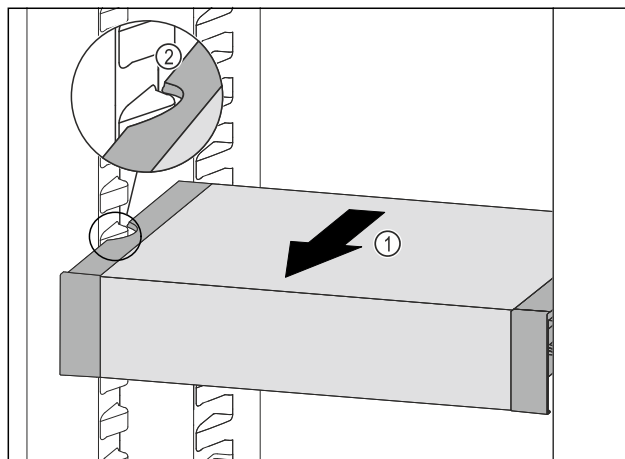

Fig. 111
- ▶ Træk VarioSafe fremefter Fig. 111 (1), indtil udsparringerne i siden på VarioSafe er på niveau med beholderribben i kølesektionen. Fig. 111 (2)